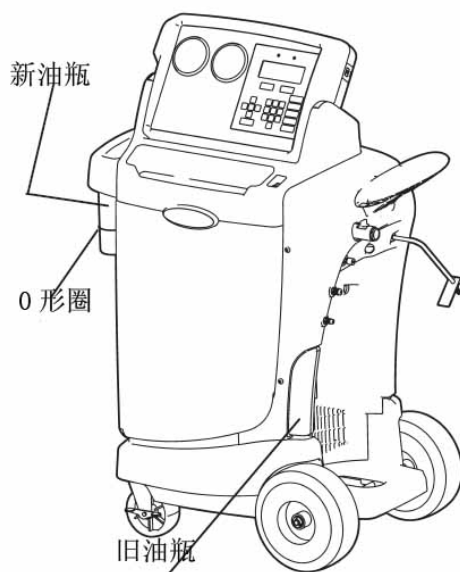

图 7
2. 检查旧冷冻油瓶刻度，确认汽车空调系统中排出的冷冻油量（图 7）；